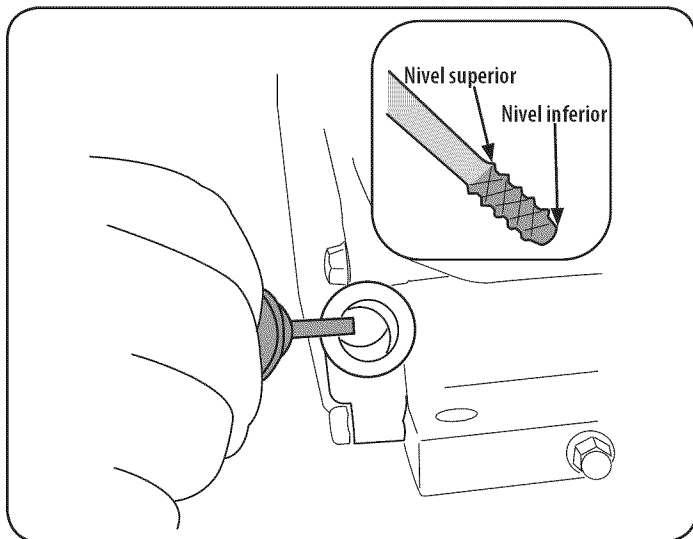

Figura 7
2. Retire el tapón de llenado/varilla de medición de aceite y limpie bien la varilla. Vea la Figura 7.
4. Saque el tapón/la varilla de medición de aceite. Si el nivel es bajo, agregue lentamente aceite hasta que el nivel registrado esté en un punto intermedio entre alto (H) y bajo (L), Figura 7.